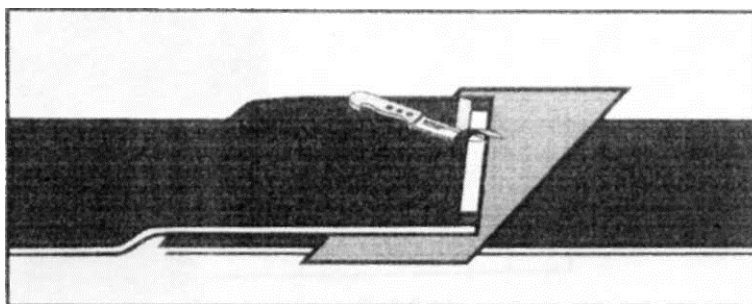

Рисунок 14 – Разделка ленты
- ▶ Оторвать резиновую полоску клещами (Рисунок 14).